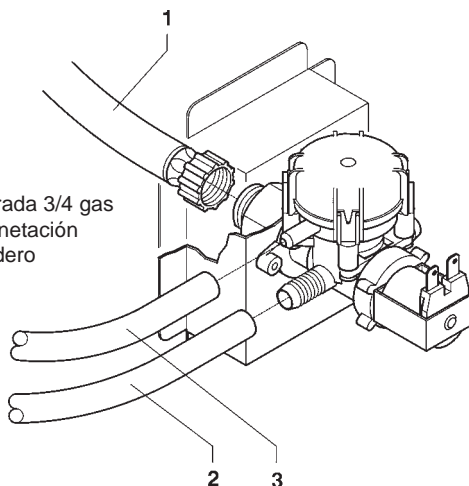

Fig. 14
Conectar, mediante un tubo que sea adecuado para soportar la presión de red y de tipo idóneo para alimentos (diámetro interior de 6 mm mínimo) la red hídrica a la unión 3/4" gas de la electroválvula de entrada del agua (ver fig. 14).
La electroválvula de entrada del agua (ver fig. 14) está provista de un dispositivo anti-inundación que bloquea mecánicamente la entrada del agua en caso de anomalía de la electroválvula misma o del mecanismo de control del nivel del agua en la caldera.
- aflojar la tuerca de sujeción del tubo de alimentación de la electroválvula para descargar la presión de red restante y luego sujetarla nuevamente (ver fig. 14);